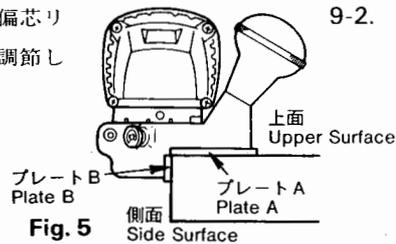
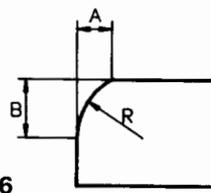

Fig. 5
Fig. 6
- ① Fig. 5 のようにプレート A 側を上面に、プレート B 側を側に当てます。そのとき、側面が接線カットになるように偏芯リングを回して調整し、第 1 回目の切削をして下さい。(Fig. 6)
- ① Place MINI BEVELER on workpiece with plate A on upper surface of workpiece and plate B on side surface, as indicated in Fig. 5. Then, turn the eccentric ring to adjust the tips to cut properly side surface, and conduct the first cut. (See Fig. 6)